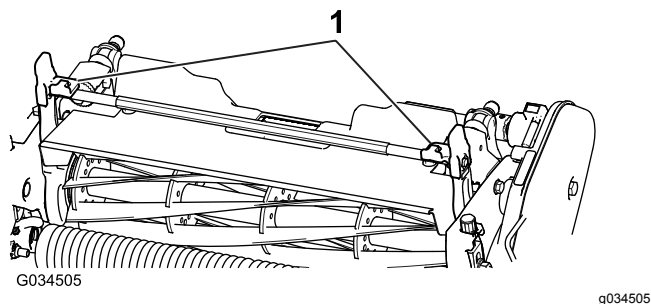
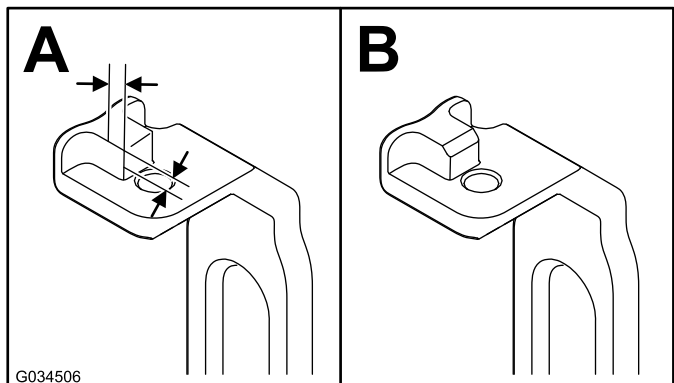

Figura 4
Figura 5
2. Em ambos os braços inclinados (Figura 4), meça 2,3 mm nas patilhas e amole o canto como se mostra na Figura 5.